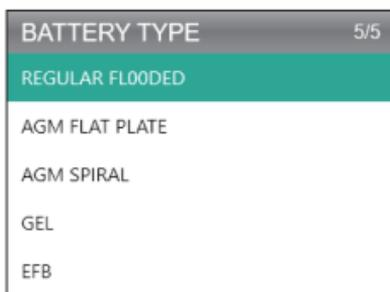

図 4.2.3
3. 対応するバッテリータイプを選択し、[OK] を押します (図 4.2.3 を参照)。特定のバッテリータイプは通常、バッテリーラベルに記載されています。